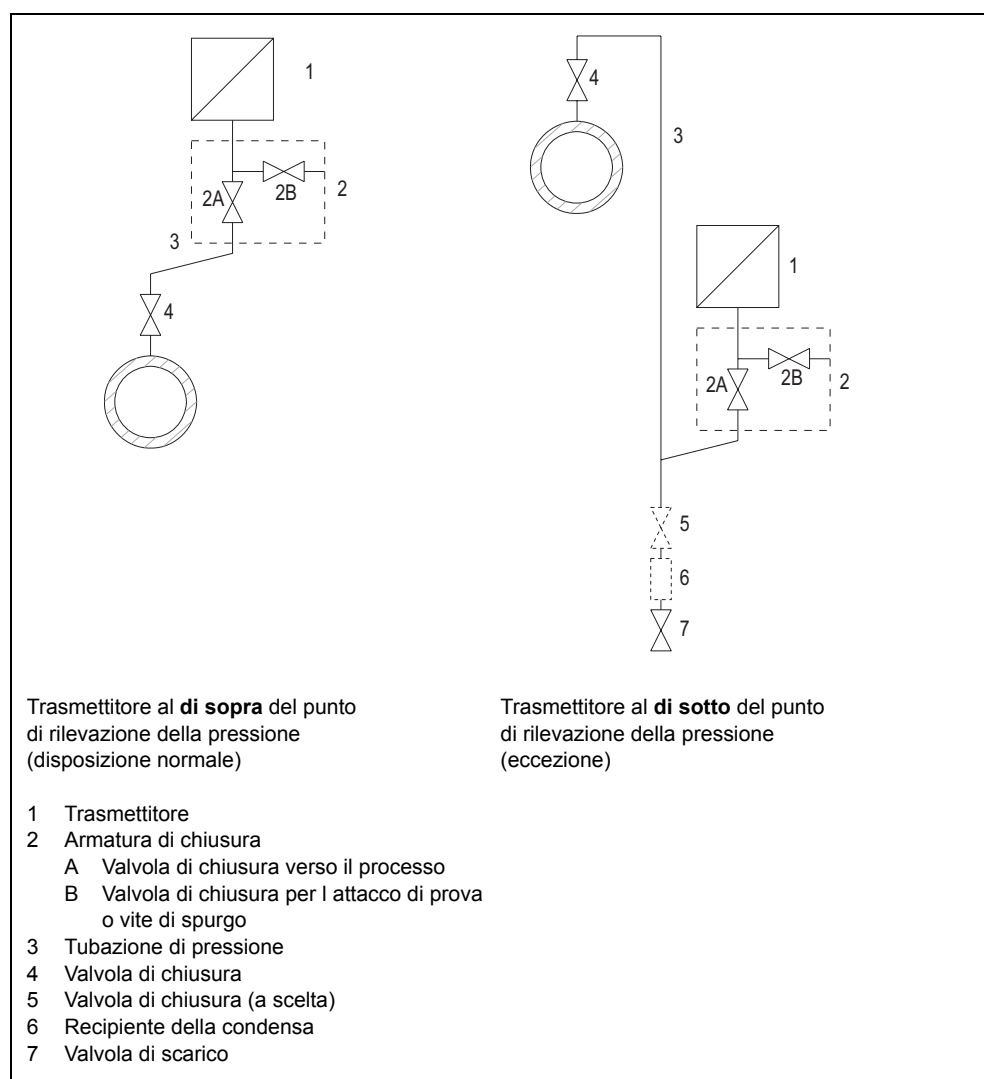

Figura 24 Misurazione di gas
1. aprire la valvola di chiusura (2B, Figura 24, pag. 170),
2. applicare al trasmettitore una pressione corrispondente all'inizio della misurazione attraverso l'attacco di prova della valvola di chiusura (2),
5. aprire la valvola di chiusura (4) all'attacco di rilevazione della pressione,